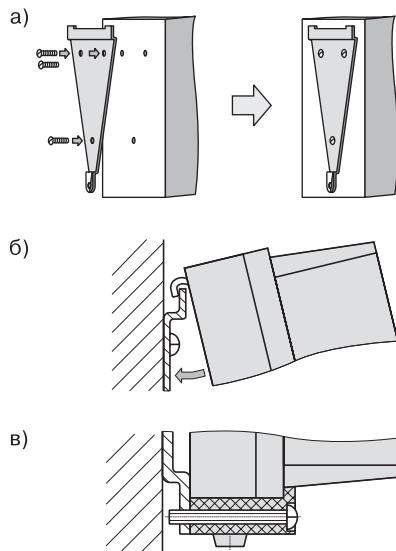

Рис. 15
1. Закрепить кронштейн тремя винтами M4 на поверхности, предназначенной для установки прибора (см. прил. А и рис. 15, а).
2. Зацепить крепежный уголок на задней стенке прибора за верхнюю кромку кронштейна (рис. 15, б)
3. Прикрепить прибор к кронштейну винтом M4×35 из комплекта поставки (рис. 15, в).